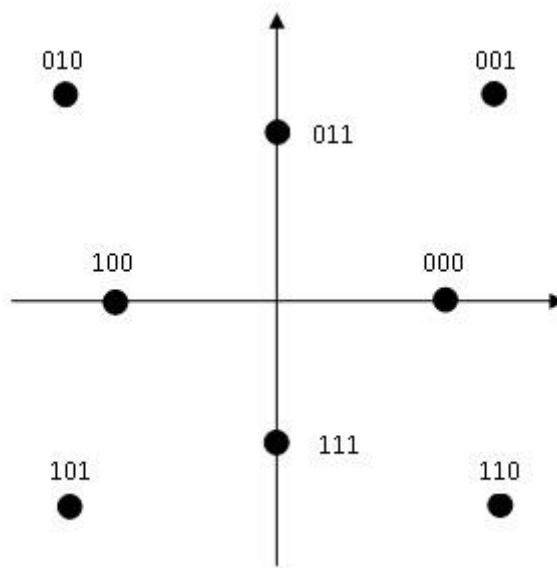

Рис. 45
– КАМ8-PD - 8-позиционный сигнал квадратурной амплитудной манипуляции, применяемый в модемах фирмы «Paradise Datacom» (рис. 45);